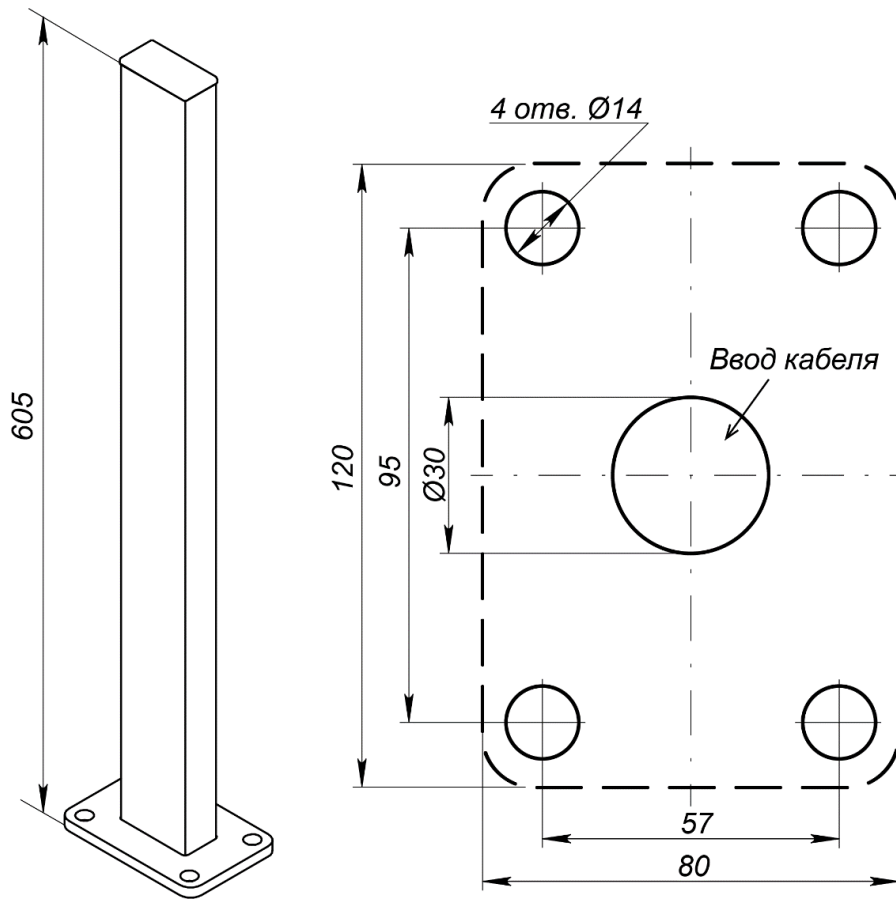

Рисунок 22. Внешний вид и схема разметки отверстий для установки стойки для фотоэлемента безопасности PERCo-GDS1
Фотоэлементы безопасности могут устанавливаться на стойках *PERCo-GDS1* (входит в дополнительный комплект поставки) (см. рис. 22).
2. Выполните в установочной поверхности отверстия под гильзы анкеров в соответствии со схемой разметки (см. рис. 22), а также штробы для проводов питания и соединения при необходимости. Размер отверстий на схеме указан для анкеров типа PFG IН8 («SORMAT»), при использовании других типов анкеров необходимо выполнять отверстия соответствующих им диаметра и глубины.